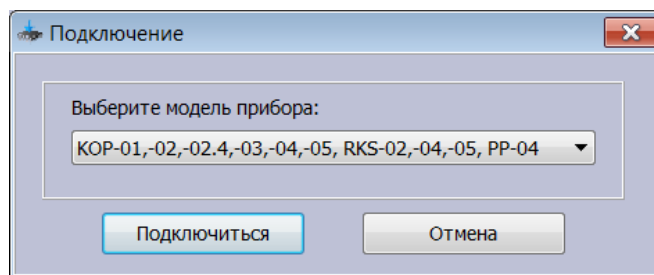

Рисунок 6 – Окно «Подключение»
5. Нажать «Подключиться» (см. Рисунок 6);